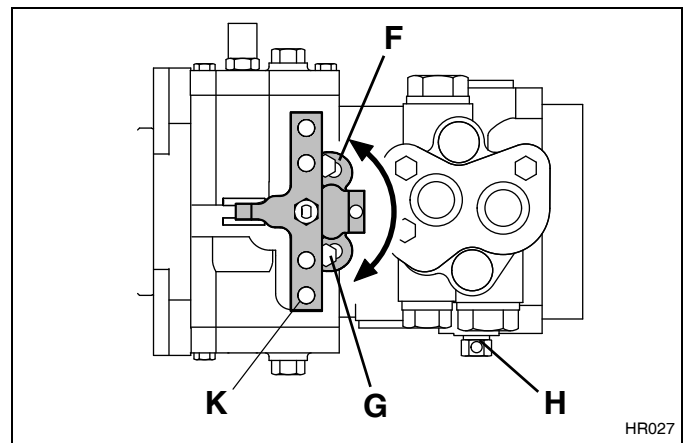

Figura 3H
1. Accertarsi che il braccio di ritorno (**K-Figura 3H**) della pompa sia impostato su folle, **Sezione 3.6**.